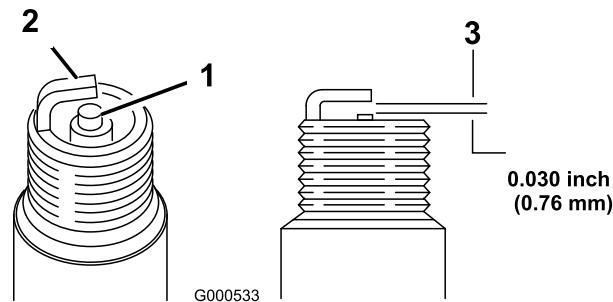

Figura 34
- Mire la parte central de la bujía (Figura 34). Si se observa un color gris o marrón claro en el aislante, el
2. Compruebe la separación entre los electrodos central y lateral (Figura 34). Si la distancia no es correcta, doble el electrodo lateral (Figura 34).